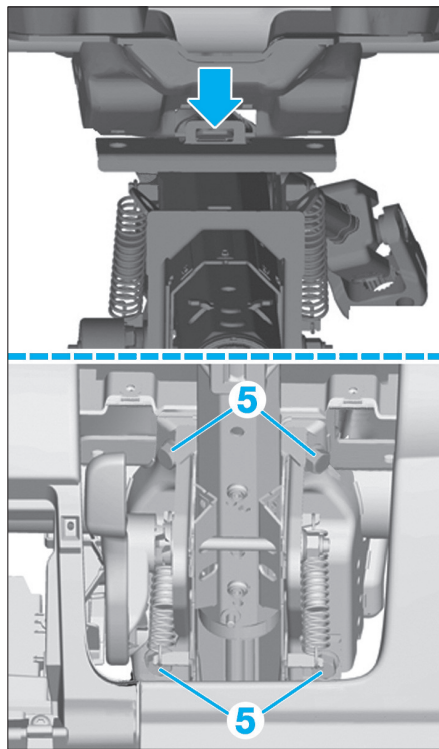

Fig. 13
- Déposer les vis de fixation (5) de la colonne de direction (Fig.13).